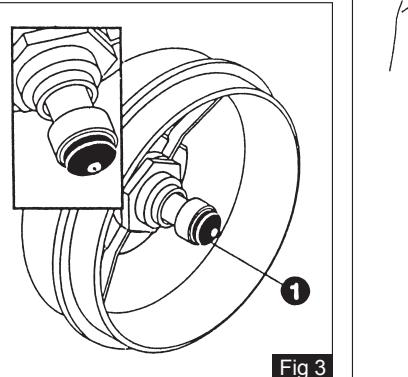
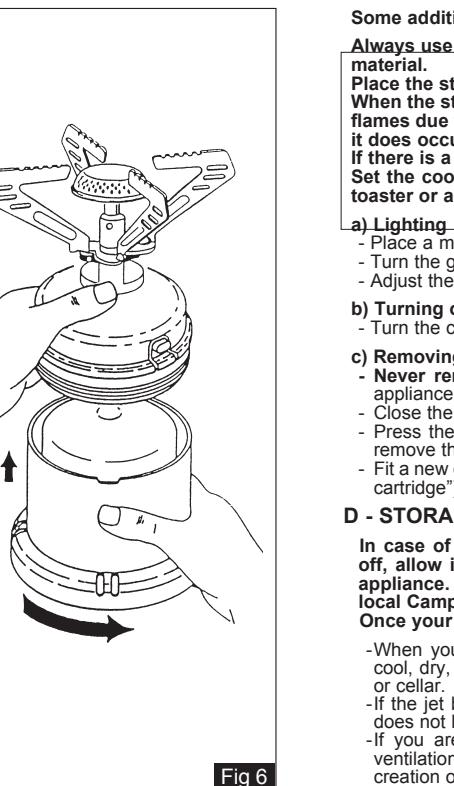

Fig 3
Fig 6
2) Check that there is a seal and that it is in good condition (1) (fig. 3).
3) Check that the needle is not protrude beyond the seal: it should be flush (fig. 3).
7) Holding the base, take the appliance and screw the base to the appliance, turning clockwise (fig. 6) until the locking button (4) engages in the slot, as this avoids the unscrewing of the base which would cause an important leak of gas.
2) Gewissermaßen Sie sich, dass die Dichtung (1) des Kochers (Abb. 3) vorhanden und in einwandfreiem Zustand ist.
4) Vorsichtig die Campingaz® C 206 Kartusche in den Sockel (Abbildung 3) einsetzen.
6) Überprüfen Sie, dass die Gaszufuhr geschlossen ist, indem Sie den Reglerknopf (5) im Uhrzeigersinn (Pfeilrichtung "-") drehen.
7) Den Sockel mit den Händen halten, das Gerät in die andere Hand nehmen und den Sockel im Uhrzeigersinn auf das Gerät schrauben (Abb. 6), bis der Verriegelungsknopf (4) in die Position des Sockels eingesetzt ist.
2) Compruebe la presencia y el buen estado de la junta de estanqueidad (1) (fig.3). **No utilice el aparato si le falta la junta o está deteriorada; llévelo a su vendedor.**
3) Compruebe que el extremo de la punta perforadora no sale de la junta. Debe estar justo al ras (fig.3).
7) Sujete la base, coja el aparello y enrósquelo la base en el aparato girando en el sentido de las agujas del reloj (fig. 6) hasta que el botón de bloqueo (4) se introduzca en la apertura de la base.